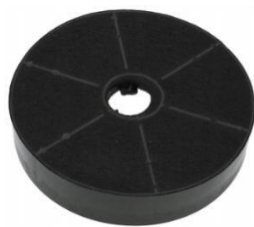
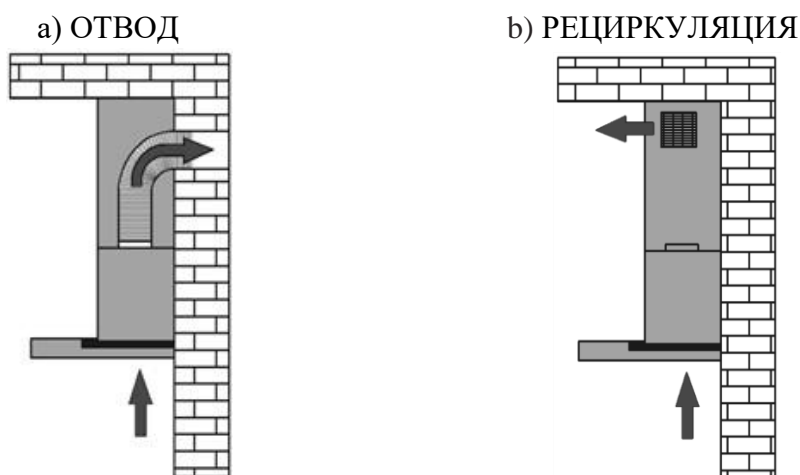

Рис. 5
Рис. 6
1)Отвода (рис. 6а) – воздух удаляется из помещения через соединение вытяжки с вентиляционным каналом жестким пластиковым воздуховодом или гофрированным шлангом диаметром 100 мм с применением соответствующего переходника, который входит в комплект вытяжки (для 50/60 см), и 150 мм (для 90 см). И, таким образом, все кухонные испарения, запахи, гарь и копоть, проходя через многоразовые алюминиевые жирособиравшие фильтры, выводятся за пределы помещения. При данном режиме работы нет необходимости устанавливать угольные фильтры. Режим отвода является наиболее эффективным, поскольку вытяжка удаляет все кухонные испарения за пределы кухни в вентиляционную шахту.
2)Рециркуляции (рис. 6б) – внутренняя циркуляция воздуха через угольные фильтры (рис. 5). Вытяжка в данном случае не подключается к вентиляционной шахте и, таким образом, воздух просто прогоняется через вытяжку внутри кухни.
В этом режиме на вытяжку должны быть установлены угольные запахоулавливающие фильтры (рис. 5). Эти фильтры не входят в комплект вытяжки и приобретаются отдельно. Угольные фильтры следует менять не реже, чем раз в 3 месяца (в зависимости от интенсивности приготовления пищи). Использование вытяжки в режиме рециркуляции снижает ее производительность.